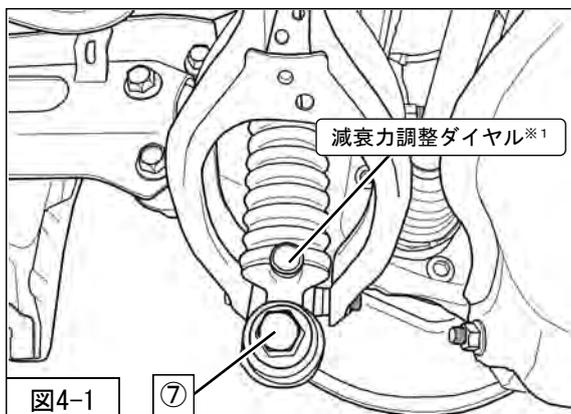
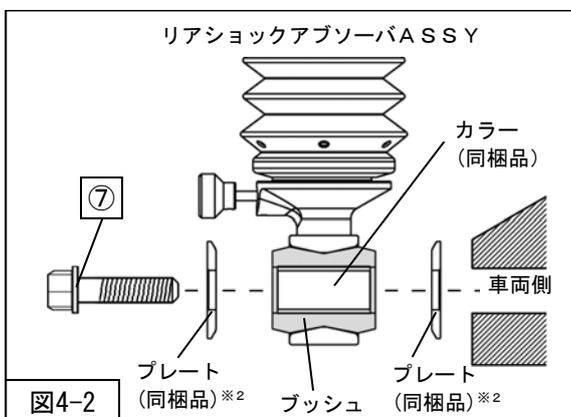

図4-1
図4-2
⑦リアショックアブソーバASSYロア取付ボルトを仮締めし、リアショックアブソーバASSY (同梱品) を車両に取付けてください。(図4-1・図4-2)
※1：リアショックアブソーバASSY (同梱品) 取付けの際、減衰力調整ダイヤルは**車両内側**に向けて取付けてください。(図4-1)
※2：プレート (同梱品) は外径の小さい面を**ブッシュ側**に向けて取付けてください。(図4-2)
を本締めしてください。（図4-1）